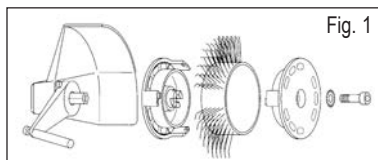

Fig. 1
3. Bryt trykklufttilførselen før du setter *Bristle Blaster®* Båndet på 23 mm eller 11 mm på verktøyet med festesystemet (pass på løperetningen), den tilhørende stjernesken og en skrue. Se fig. 1 og 2.